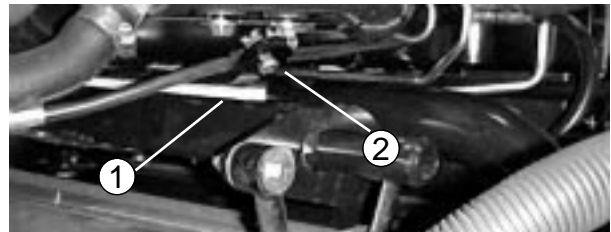
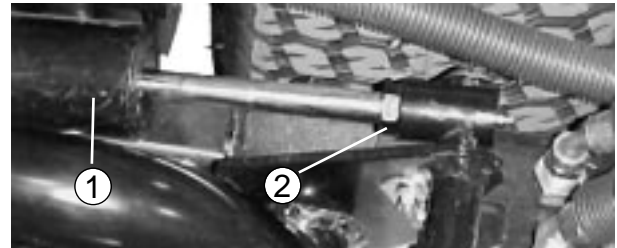

図27
図28
3. エンジンを始動し、昇降アームを上昇させ、後ろカッティングユニットのウェア・バーの上部についているウェア・ストラップからバンパー・ストラップまでの距離（図27）が、0.5～2.5 mmの間にあるかどうか点検する。この範囲になれば、後昇降シリンダを調整する。シリンダの調整は、カッティングユニットを降下させ、シリンダのジャムナット（図28）を戻し、シリンダロッドのナットに近い方の部分をウェストプライヤで握って回して行う。調整ができたらかッティングユニットを上昇させて隙間を点検し、必要に応じて再調整し、ナットを締める。